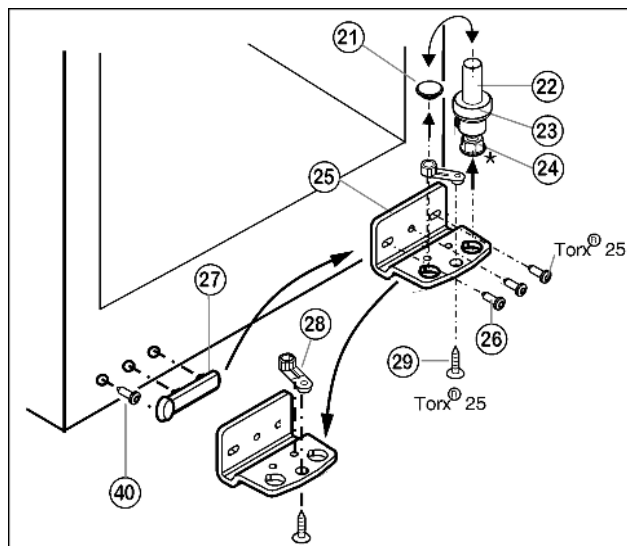

Fig. 5
- ▶ Ložiskový čap Fig. 5 (22) kompletný, s podložkou Fig. 5 (23) a nastaviteľnou nohou\* Fig. 5 (24), vyťahnite smerom nahor.
- ▶ Zátku Fig. 5 (21) podvihnite.
- ▶ Ložiskovú konzolu Fig. 5 (25) odskrutkujte Fig. 5 (26).
- ▶ Ložiskový diel Fig. 5 (28) odskrutkujte Fig. 5 (29) a premiestnite ho do protiahlého otvoru uloženia ložiskovej konzoly, opäť priskrutkujte.
- ▶ Kryt na strane držadla Fig. 5 (27) opatrne nadvihnite, vyskrutkujte skrutku Fig. 5 (40) a premiestnite na opačnú stranu.
- ▶ Ložiskovú konzolu Fig. 5 (25) na novej strane závesu zaskrutkujte **pevne (pomocou krútiaceho momentu 4 Nm)**, príp. pomocou akumulátorového skrutkovača.
- ▶ Zátku Fig. 5 (21) opäť nasadíte do inej diery.
- ▶ Ložiskový čap Fig. 5 (22) kompletný, s podložkou a nastaviťnou nohou\*, opäť nasadíte. Dbajte pritom na to, aby zárez dorazu ukazoval smerom dozadu.
- ▶ Dvere nasadíte zhora na ložiskový čap dole Fig. 5 (22).
- ▶ Dvere prípadne súosovo vyrovnajte ku krytu zariadenia cez obidve pozdĺžne diery v ložiskovej konzole dole Fig. 5 (25). K tomu prípadne vyskrutkujte strednú skrutku.